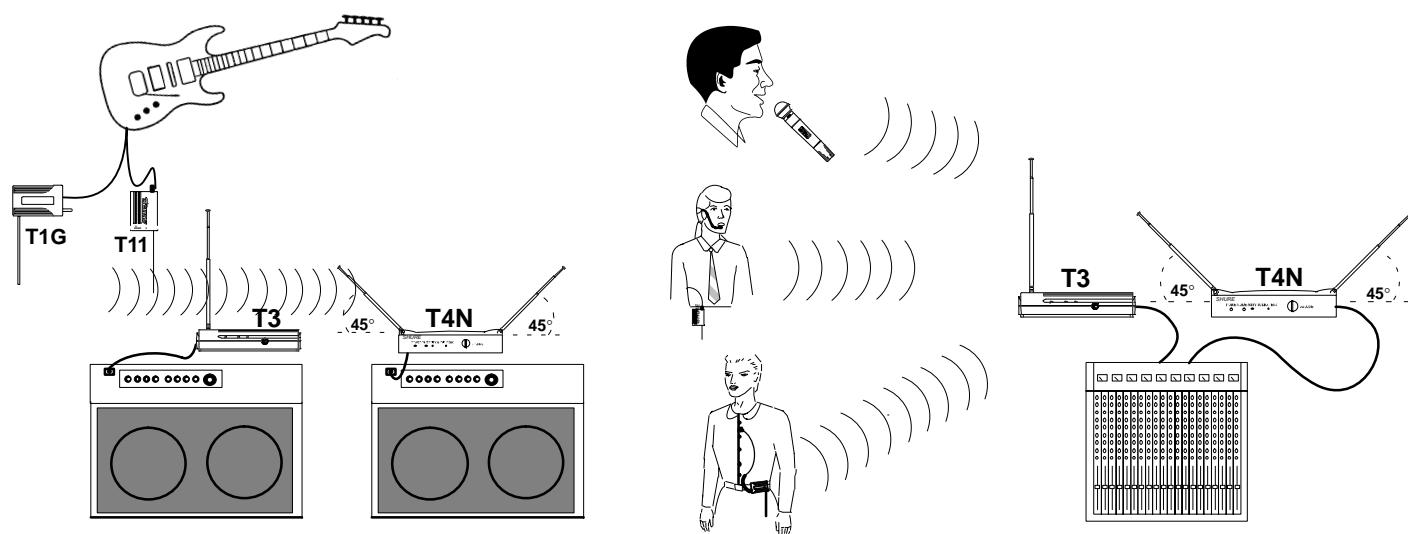

FIGURA 8. FUNZIONAMENTO DEL RADIOSISTEMA
2. Collegate l'uscita del ricevitore. **The Guitarist:** collegate un cavo da chitarra standard (due in dotazione) al connettore di uscita del ricevitore. Collegate l'altro connettore del cavo a un amplificatore per chitarra, come illustrato nella figura 8. **The Headset, Vocalist, Presenter o Bodypack:** adoperate un cavo con una spina fono da 1/4 di pollice (**T3, T4N**) o un connettore XLR femmina (**T4N**) per collegare il ricevitore all'ingresso del livello microfonico di un mixer o di un impianto di diffusione sonora, come illustrato nella figura 8.
3. Allungate l'antenna (o le antenne). **T3:** l'antenna deve essere completamente estesa e verticale, come illustrato nella figura 8. **T4N:** le antenne devono essere completamente estese e ad angolo tra di loro, con un angolo di 45 gradi rispetto alla verticale, come illustrato nella figura 8.